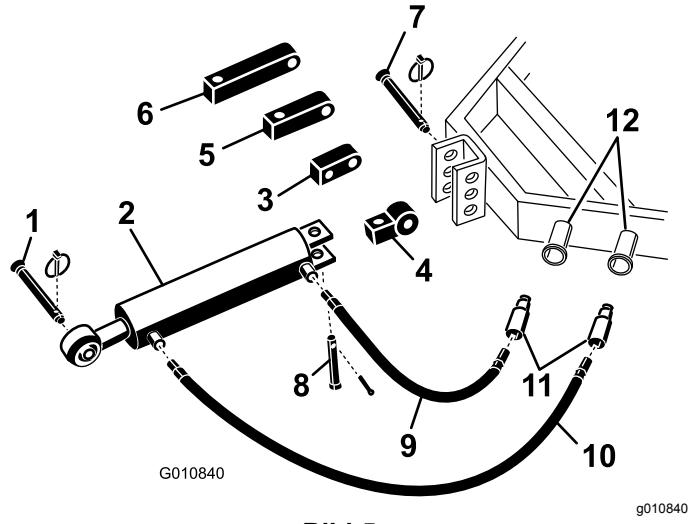

Bild 5
1. Befestigen Sie das Verbindungslenkerende des hydraulischen Oberlenkers mit den Stiften (wurden mit dem Traktor ausgeliefert) am Traktor (Bild 5). Drehen Sie den hydraulischen Oberlenker so, dass das Stangenende zum Aerifizierer zeigt. Die Zylinderanschlüsse sollten zur Hilfsaggregathydraulik am Traktor zeigen.
Hinweis: Wenn Sie den Hydraulikzylinder so positionieren müssen, dass die Anschlüsse nach oben zeigen, ändern Sie die Zylinderposition mit einem Drehblock statt des normalen Befestigungsblocks (Bild 5). Sie können auch ein 90-Grad-Hydraulikanschlussstück statt des Drehblocks verwenden (Befestigungen werden nicht mitgeliefert).
- A. Entfernen Sie den Splint und Stift, mit denen der Standardverbindungslenker am Zylinder befestigt ist (Bild 5). Nehmen Sie den Verbindungslenker vom Zylinder ab.
- B. Montieren Sie den Drehblock mit den vorher entfernten Stiften am Zylinder (Bild 5).
2. Schließen Sie den 106 cm langen Hydraulikschlauch an den Anschluss am hydraulischen Oberlenker an, der dem Aerifizierer am nächsten ist (Bild 5). Wickeln Sie Gewindebänder um das Schlauchgewinde oder tragen Sie Gewindedichtmittel auf, um undichte Stellen zu vermeiden.
3. Schließen Sie den 76 cm langen Hydraulikschlauch an den Anschluss am hydraulischen Oberlenker an, der dem Traktor am nächsten ist (Bild 5). Wickeln Sie Gewindebänder um das Schlauchgewinde oder tragen Sie Gewindedichtmittel auf, um undichte Stellen zu vermeiden.
Sie statt des normalen Befestigungsblocks einen Verlängerungsblock, um den Zylinder am Traktor zu befestigen (Bild 5).
- Entfernen Sie den Splint und Stift, mit denen der Standardverbindungslenker am Zylinder befestigt ist (Bild 5). Nehmen Sie den Verbindungslenker vom Zylinder ab.
- Montieren Sie den Verlängerungsblock mit der gewünschten Länge mit den vorher entfernten Stiften am Zylinder (Bild 5).